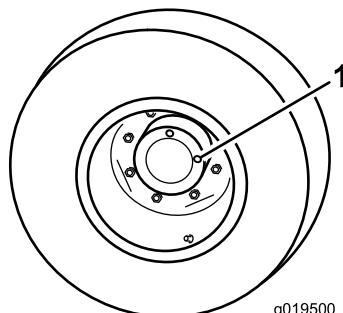

図 88
1. 水平な床面で、点検プラグの1つ図 88が時計の 12 時を指し、もうひとつが 3 時を指すように駐車する。
2. 3時の位置にあるプラグを外す 図 88。